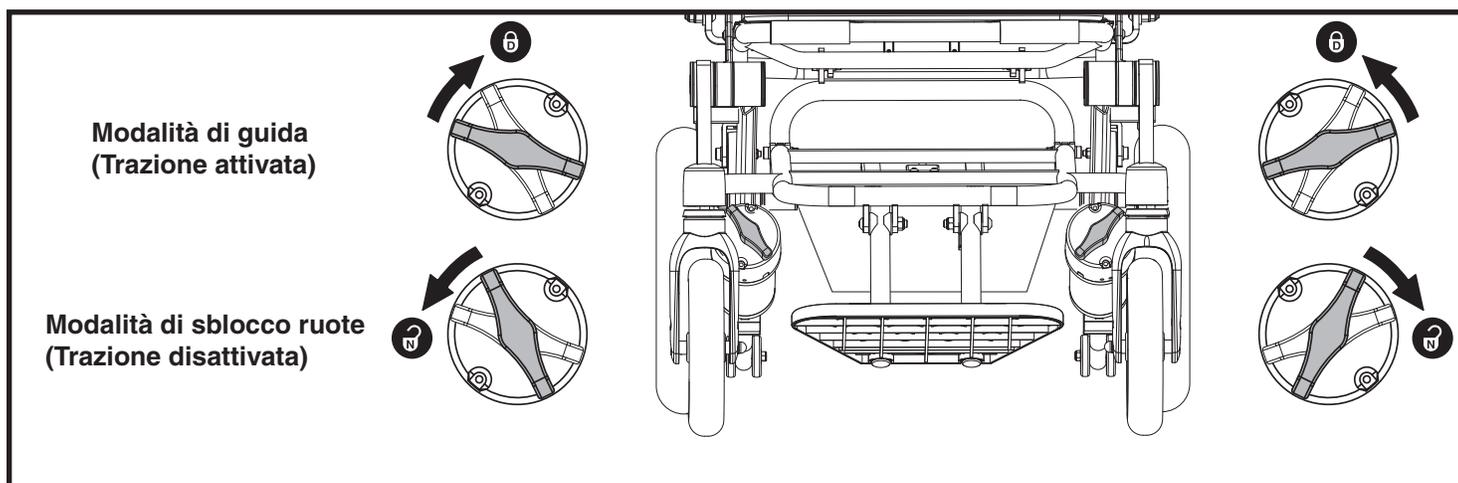

Figura 3. Leve sblocco ruote manuale
1. Individuare le leve nella parte posteriore della base elettronica. **Vedere figura 3.**
2. Ruotare le leve di sblocco ruote manuale verso l'esterno per disinserire i motori (modalità sblocco ruote). **Vedere figura 3.**
3. Ruotare le leve di sblocco ruote manuale verso l'interno per azionare i motori (modalità di guida). **Vedere figura 3.**